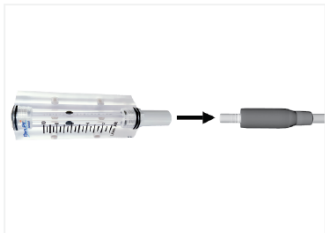

图5
5. 将流量计放置在机头附件上，启动冷却空气并测量气流量。根据JIS B7551标准，流量计浮球中央即为测量值。图5